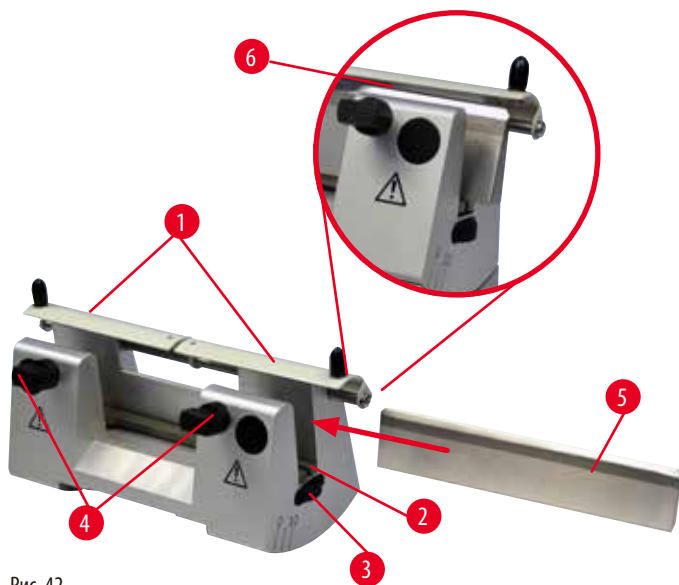

Рис. 42
- Держатель ножа N (→ "Рис. 42"): Для традиционных ножей длиной до 16 см.